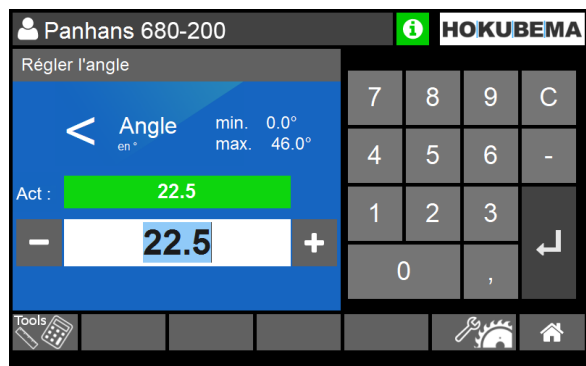

Figure 56 : régler l'angle
2. Saisir la position angulaire souhaitée en ° (⇒ Figure 56).
4. Démarrez l'opération avec le bouton de positionnement (2).
Dans le champ « **Réglage de la butée** » apparaît alors la mesure en mm à régler sur le guide télescopique. Appuyer ensuite sur le bouton  pour revenir à la fenêtre d'angle (⇒ Figure 56). L'angle de consigne saisi a alors déjà été pris en compte.
4. Dans l'écran « **Angle** », sélectionnez le bouton  (⇒ Figure 56), saisissez la valeur 0,00 et confirmez avec .